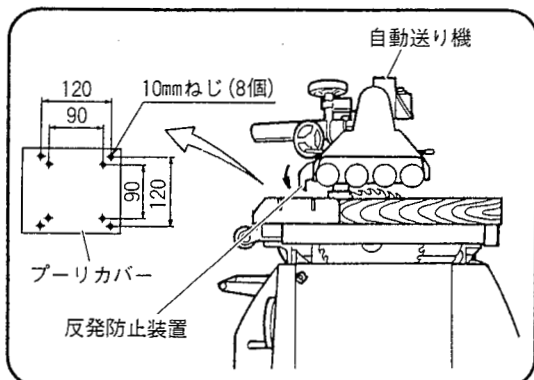

図 54
**注** ● このとき自動送り機の送材ローラが図54の矢印の方向にまわることを確認してください。
- (4) タンシカバーを取付け、コードをナイロクリップで固定します。